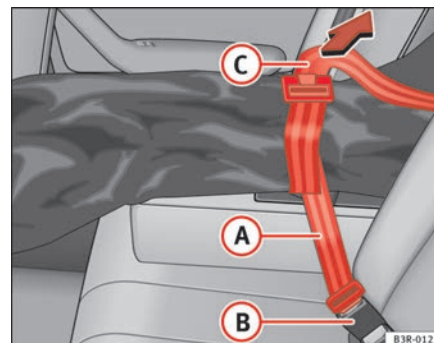

Fig. 121 Modo de asegurar el saco para objetos alargados en el cierre del cinturón de seguridad central del asiento trasero
- Introduzca el cinturón  ⇒ página 149, fig. 121 del saco en el cierre del cinturón central .